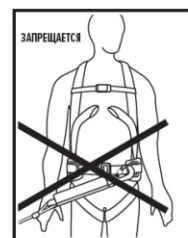

Рис. 6
- присоединять стропа с амортизатором к элементам крепления для рабочего позиционирования (боковым кольцам) поясного ремня (рис. 6);